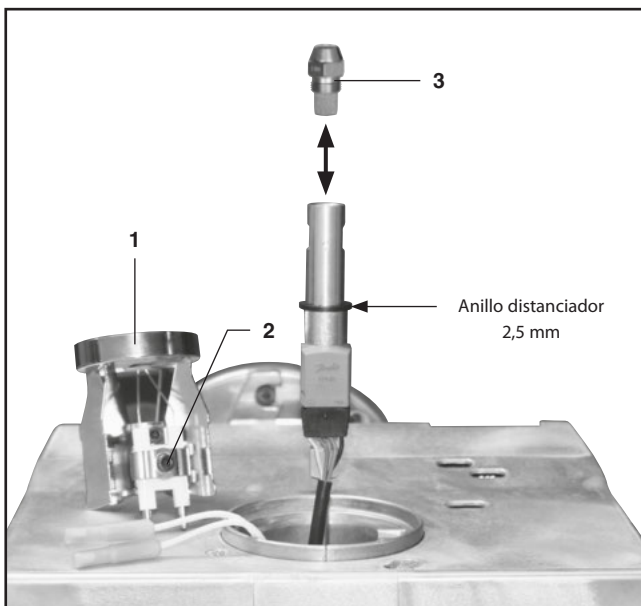

Figura 9
- Aflojar el tornillo (2) mediante una llave de tubo hexagonal de 4 mm y retirar el difusor de llama (1) (véase la figura 9).
- Seleccionar el nuevo inyector (3) de acuerdo con la potencia necesaria (véase tabla de la página 9).
- Retirar el inyector (3) instalado y atornillar el nuevo inyector (véase la figura 9).